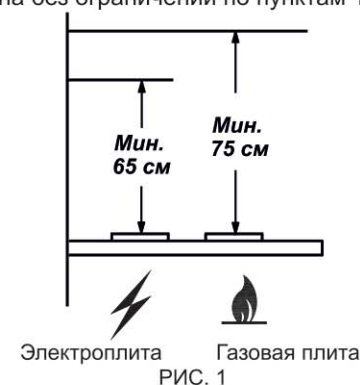

РИС. 1
1.2 Зонт устанавливайте над плитой, как показано на рис. 1.
4.7 Устанавливайте зонт над плитой в соответствии с рис. 1.